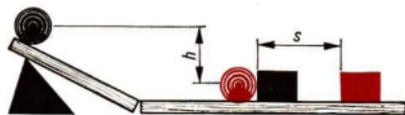

Bild 75/1
2. Fertige ein Fadenpendel an und erläutere den Energieaustausch während des Schwingens! Lasse den Pendelkörper mechanische Arbeit verrichten, indem kleine Körper (z. B. eine Streichholzschachtel) an die Stelle der tiefsten Schwingungslage gestellt werden (Bild 75/2).
3. Hänge zwei gleiche Gewichtsstücke über eine feste Rolle an einem Faden auf, wie es Bild 75/3 zeigt! Erteile dem oben hängenden Gewichtsstück einen kleinen abwärts gerichteten Stoß! Welche Energieumwandlung erfolgt dann?